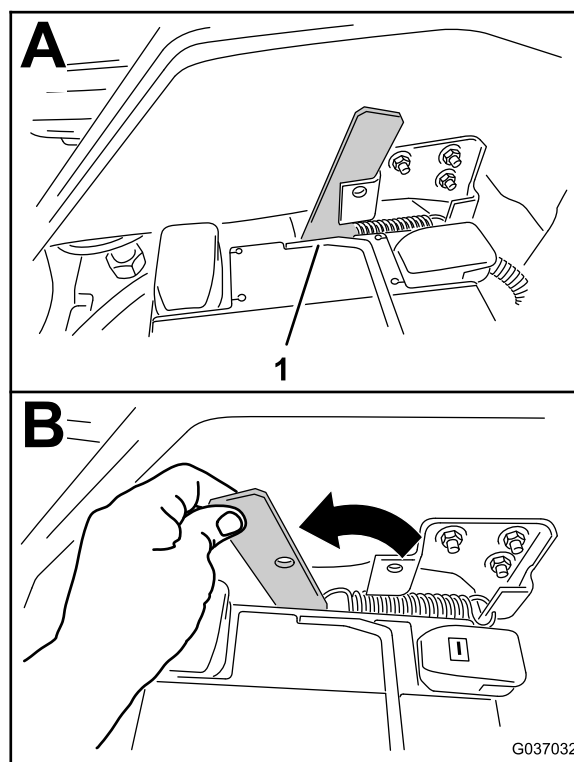

図3
3. ハンドルを前方に動かして、運転台のロックをシャーシから解放する図3。